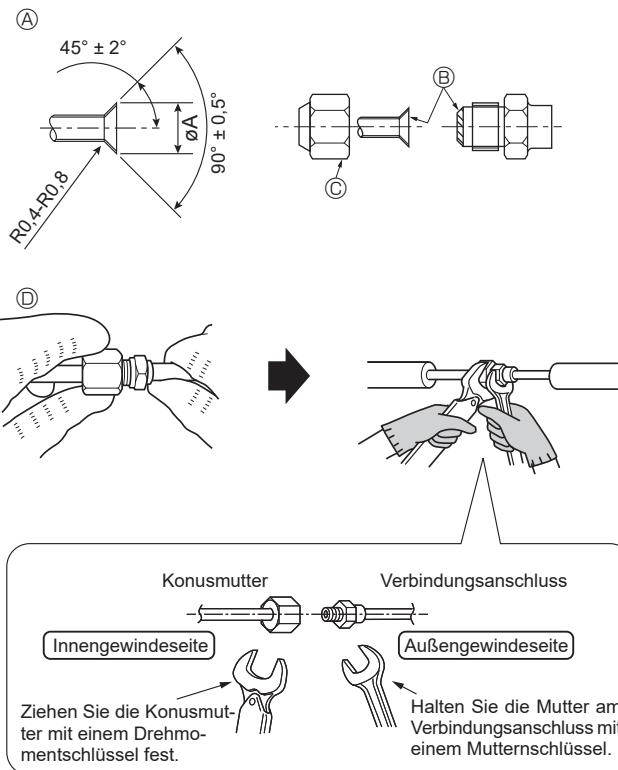

Abb. 4-1
4.2. Rohrabschlüsse (Abb. 4-1)